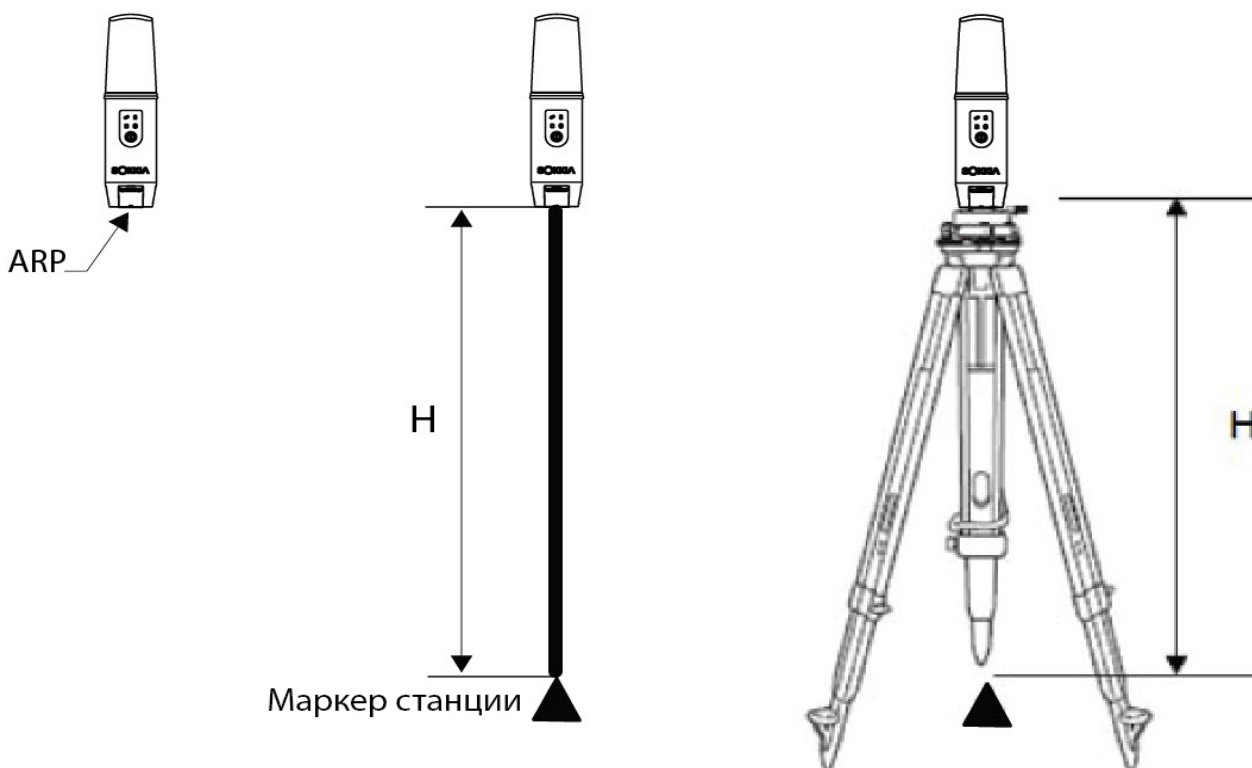

Рисунок 24: Определение точной высоты антенны
- измеренная высота (H) низа приемника над маркером станции (см. Рисунок 24);
Для вычисления координат фазового центра антенны приемника ПО Topcon требуется только ввести измеренную высоту (H). Для определения точной высоты антенны рекомендуется использовать метод вертикального измерения, показанный на Рисунок 24.